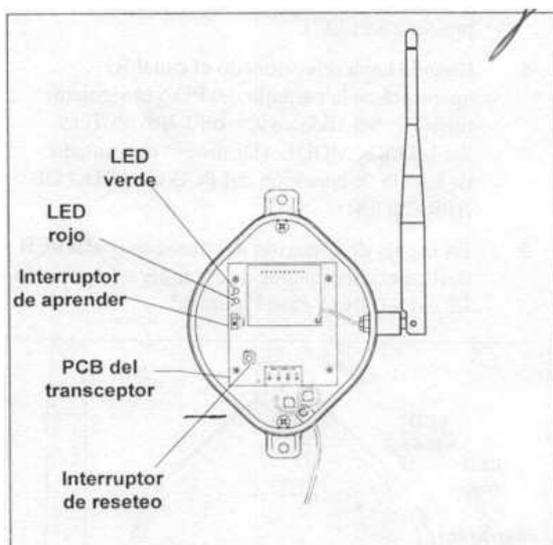

Figura 22. Interruptor de aprender do painel carga PCB da caixa de conexão do transmissor
5. Na caixa de conexão do transmissor do PCB desligue o comutador de aprender na posição LEARN (ON). Ver Figura 22.
6. o visor do controle remoto do PDA aparecerá um mensagem que indicará que troca do comutador da caixa de conexões da posição aprender LEARN (OFF) e que pressione o botão resetar da caixa de conexão. Troque o comutador da posição de aprender LEARN (OFF) e pressione o botão resetar da caixa de conexão. O LED vermelho e o verde se ascenderão na caixa de conexão ao mesmo tempo (ver Figura 22).